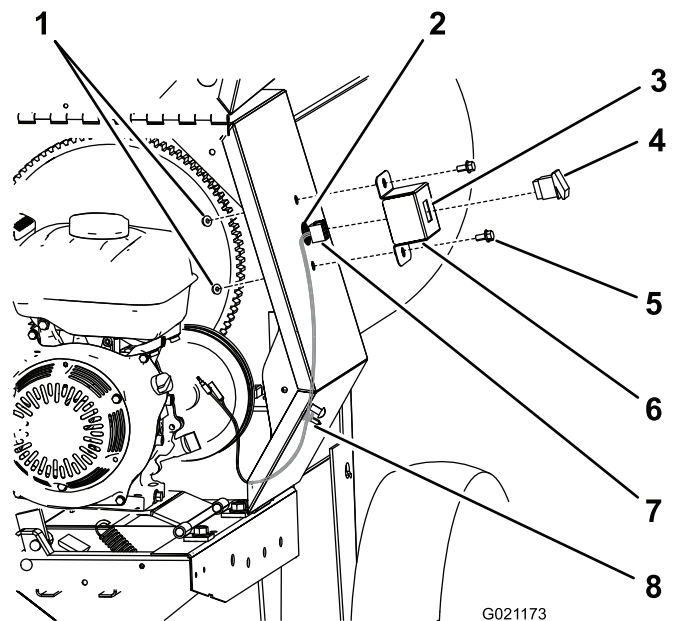

Figura 5
3. Introduzca el interruptor a presión en el soporte del interruptor (Figura 5).
4. Instale el pasacables en el taladro central (Figura 5).
5. Pase el arnés de cables a través del taladro central con el pasacables, y conéctelo al interruptor (Figura 5).
6. Instale el soporte del interruptor en la cubierta delantera con los 2 pernos cortos y las tuercas apretadas a 22 Nm (16 pies-libra); consulte Figura 5.